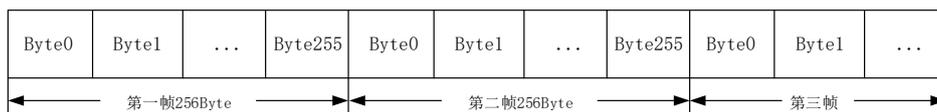

图 5.25 字节分帧示意图
RS485 配置页面如图 5.25 所示，下面详细介绍 RS485 配置：
- 字节分帧：范围 32~2048B，该配置用于限制数据包的最大长度，当串口收到“字节分帧”设定数量的字节时会已将收到的数据作为一个数据包转发出去；如图 5.25 所示，当“字节分帧”设置为 256 时，则串口每接收 256Byte 时就会自动分帧。